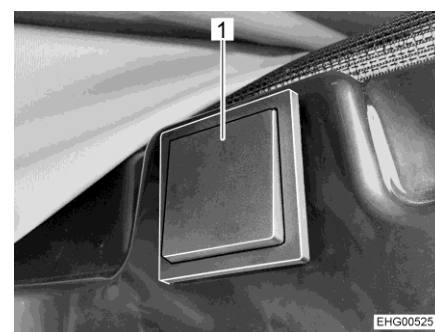

Fig. 32 Pulsador para el desbloqueo eléctrico
El pulsador para el desbloqueo eléctrico (Fig. 32) se encuentra en el lado derecho, en la zona encima de la puerta corredera.
- Pulsar el pulsador (Fig. 32,1) al menos 2 segundos.